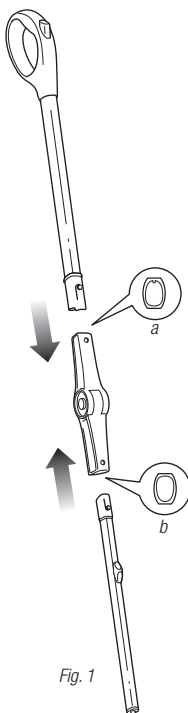

Fig. 1
- 1** Insérez le tube supérieur (comportant la poignée) dans l'extrémité de l'articulation Backsaver^{MC} de Shark^{MD} comportant une petite languette (a). Ensuite, insérez le tube inférieur dans l'autre extrémité de l'articulation (b). Enfoncez-le jusqu'à ce qu'il s'enclenche. (fig. 1)